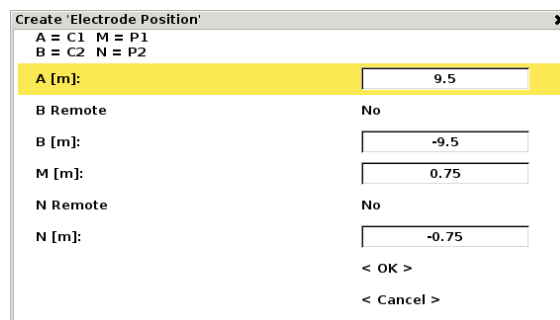

Figura 74 Cuadro de diálogo Crear posición del electrodo
- Presione <OK>, se mostrará el cuadro de diálogo Crear posición del electrodo (Figura 74)